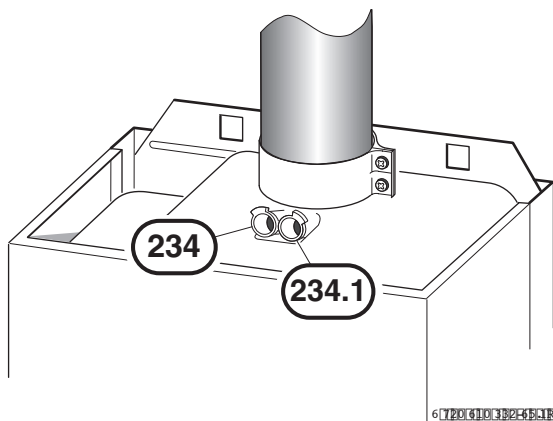

Bild 76
- ▶ Verschluss-Stopfen am Mess-Stutzen für Verbrennungsluft (234.1) entfernen (→ Bild 76).
- ▶ Verschluss-Stopfen am Mess-Stutzen für Abgas (234) entfernen (→ Bild 76).